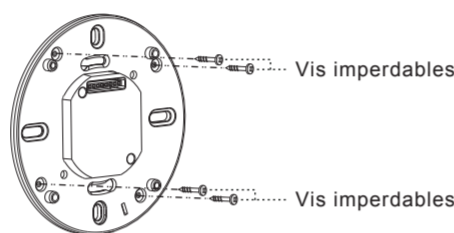

FIG. 16
4.4.3.4 Insérer 4 pcs vis imperdables dans les trous correspondants sur la plaque de fixation du détecteur, ces 4 pcs vis ne tomberont pas et facilitent ainsi une meilleure installation (voir FIG. 16).